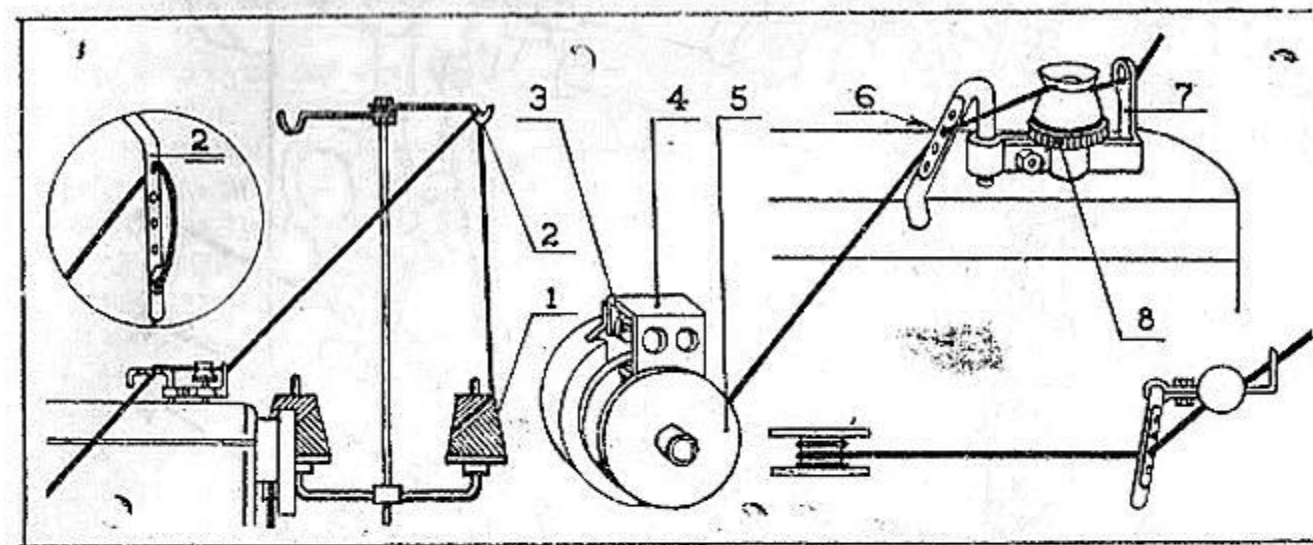

Рис. 13
6.10. Намотка шпульки (рис. 13)
Ограничитель 4 регулируется двумя винтами 3 и служит для автоматического отключения намотанной до установленного уровня шпульки 5. Правильная установка нитенаправителя показана на рис. 13 (уровень отверстия 6 нитенаправителя и середина шпульки должны совпадать).